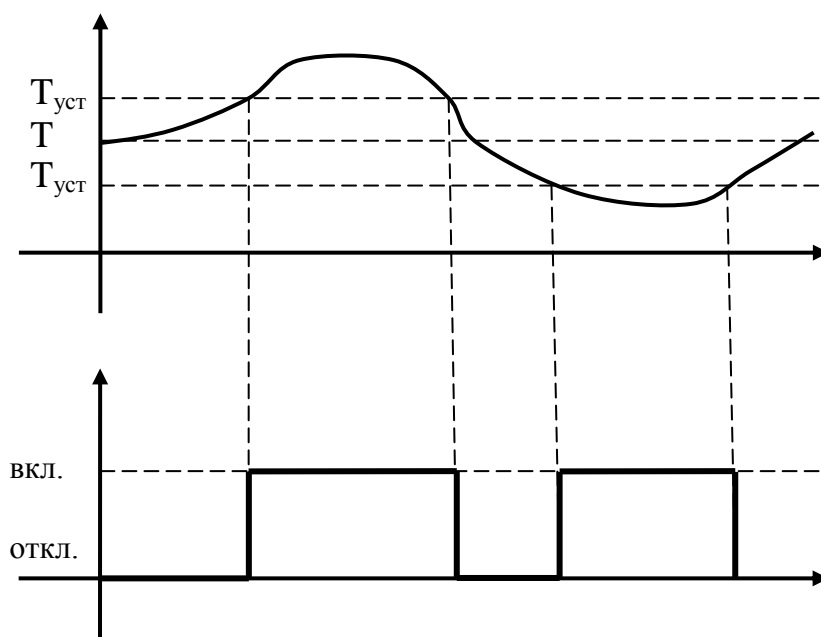

Рисунок 31
Сигнализация срабатывает, если отклонение от заданной температуры (T) выходит за границу значения аварийной уставки ($T_{\text{уст}}$) в любую сторону (рис. 31).